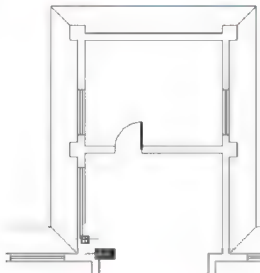

图 3.85 捕捉插入点
- (4) 将块【插入】对话框中的旋转角度设置为“0”。
- (5) 单击【确定】按钮, 关闭对话框。此时“窗”图块基点的位置附着在光标上。
- (6) 在指定插入点或[基点(B)/比例(S)/旋转(R)/预览比例(PS)/预览旋转(PR)]: 提示下, 在如图3.85所示处单击, 将“窗”图块插到该处。